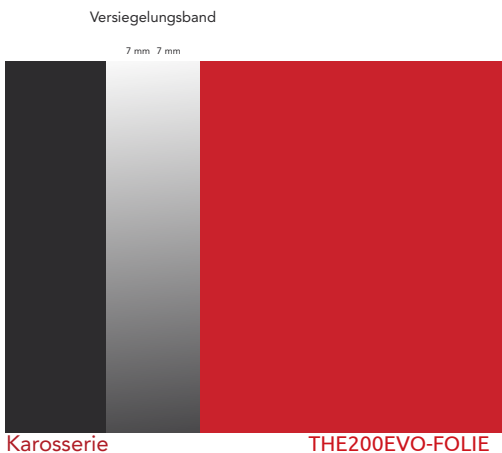

Abbildung 08
- › Den Streifen so aufkleben, dass er zu einer Hälfte auf der Karosserie und zur anderen Hälfte auf der THE200EVO-Folie aufliegt. (Abb. 08)